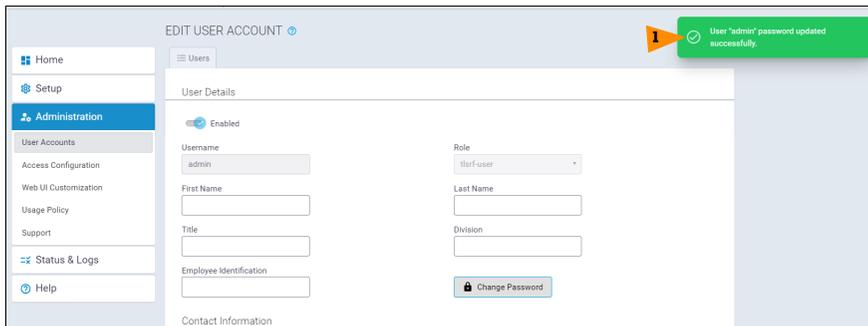

Figure 11. Notification de modification du mot de passe
7. Observez la notification indiquant que le mot de passe a bien été modifié (1, Figure 11). Vous pouvez sélectionner la notification pour la masquer.